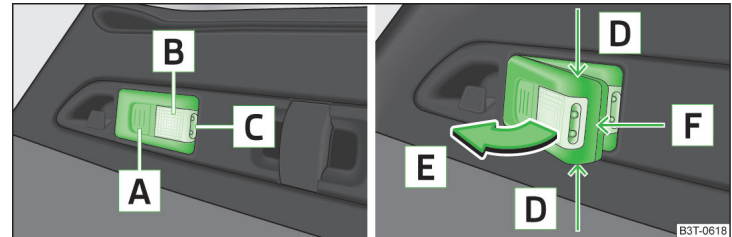

Abb. 109 Leuchte bedienen / Leuchte herausnehmen
- › Beleuchtung des Gepäckraums - es leuchtet Teil **B** » Abb. 109 auf Seite 105 (die Leuchte sitzt in der Halterung).
- Wird die Leuchte nicht ausgeschaltet und korrekt in die Halterung eingesetzt, werden die Lampen im vorderen Teil **C** » Abb. 109 auf Seite 105 der Leuchte automatisch ausgeschaltet.
- › Die Taste **A** » Abb. 109 drücken - die Leuchte leuchtet mit 100 % der Leuchtintensität.
- › Die Leuchte im Bereich der Pfeile **D** » Abb. 109 anfassen und diese in Pfeilrichtung **E** herausschwenken.
- › Die Akkuabdeckung mit einem schmalen, spitzen Gegenstand ab der Stelle des Arretierungsclips **F** » Abb. 109 auf Seite 105 abhebeln.